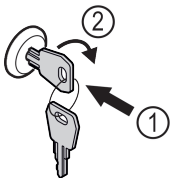

Fig. 127
- ▶ Dugja be a kulcsot Fig. 127 (1).
- ▶ Forgassa el a kulcsot 90°-kal az óramutató járásával megegyező irányba Fig. 127 (2).